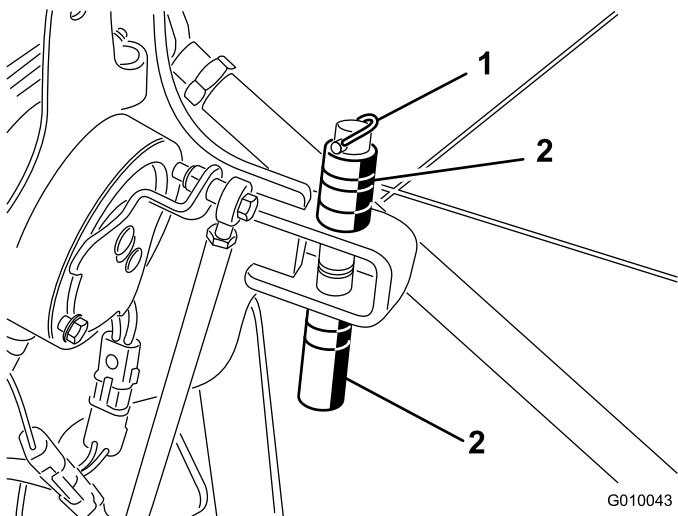

Figura 28
- Togliete l'acciarino di fissaggio dei distanziali e le spine di profondità (Figura 28).